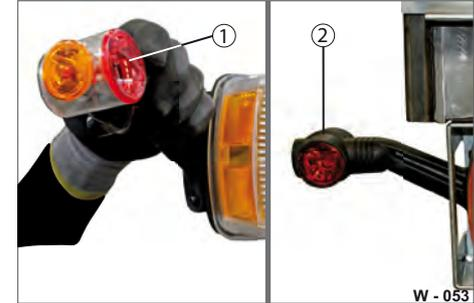

Abb. 61 Gummiarm aufstülpen
- ▶ Leuchtkörper (Abb. 61/1) mit der Verschraubung (Abb. 59/3) aufschrauben.
- ▶ Gummiarm (Abb. 61/2) über das Leuchtmittel stülpen.